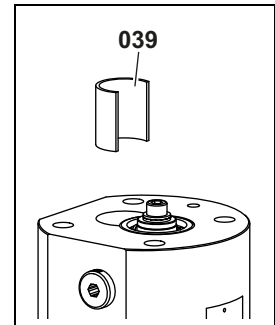

Abb. 11
8. Spindelsatz in Messgehäuse **128** einschieben. Distanzhülse **039** in Bohrung der Messspindel klein **672.2** einschieben, siehe Abb. 11, Seite 33.